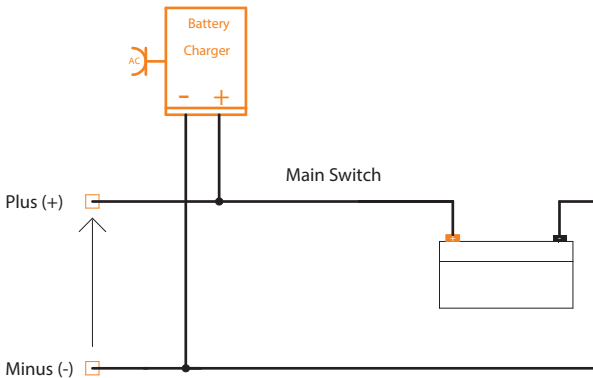

Abbildung 5. Anschluss eines Ladegeräts an die Batterie.
5. Schließen Sie das Ladegerät an die Li-Ionen-Batterie an (Abbildung 5).